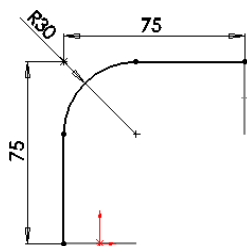

图 3-59 绘制的圆角草图
**09** 圆角草图。在菜单栏中选择“工具”→“草图绘制工具”→“圆角”命令, 或者单击“草图”工具栏中的“绘制圆角”图标按钮, 将两直线的交点处圆角为半径为 30 的圆角, 结果如图 3-59 所示, 然后退出草图绘制状态。